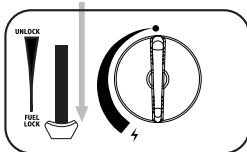
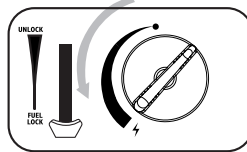

fig. 3
fig. 4
3. Tryck ner patronspaken (6) (fig.3) och stäng patronluckan.
4. Om du hör ett "svischande" ljud har patronen inte monterats korrekt. Försök inte att tända apparaten utan flytta spaken (6) till läget "UNLOCK" och upprepa steg (1-4).
5. Vrid vredet (8) helt till tändningsläget tills det klickar. (fig.4) Upprepa denna åtgärd tills brännaren tänds.